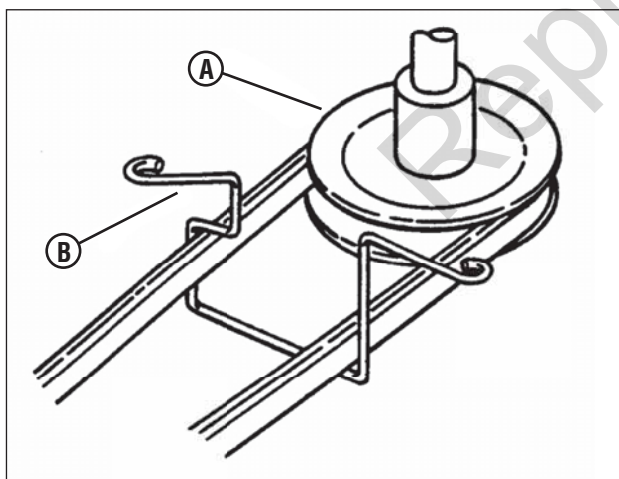

Figura 45: Polia do motor e guia da correia
4. Passe a correia nova pela guia da correia do motor (B, Figura 45) até a polia do motor (A).